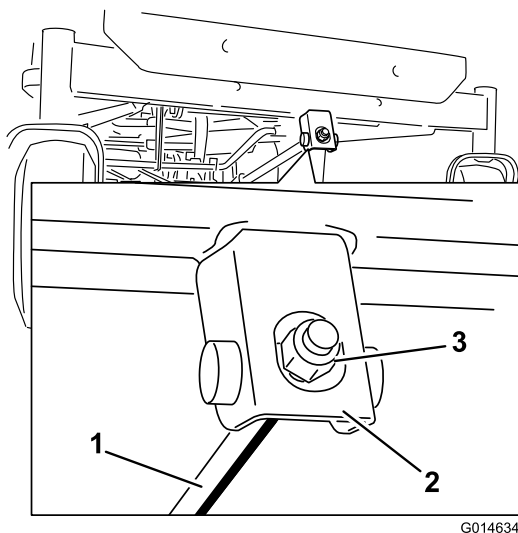

Figura 52
- Para ajustar la inclinación longitudinal, gire la tuerca de ajuste de la parte delantera del cortacésped (Figura 52).